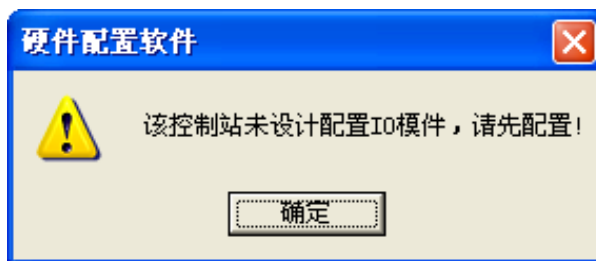
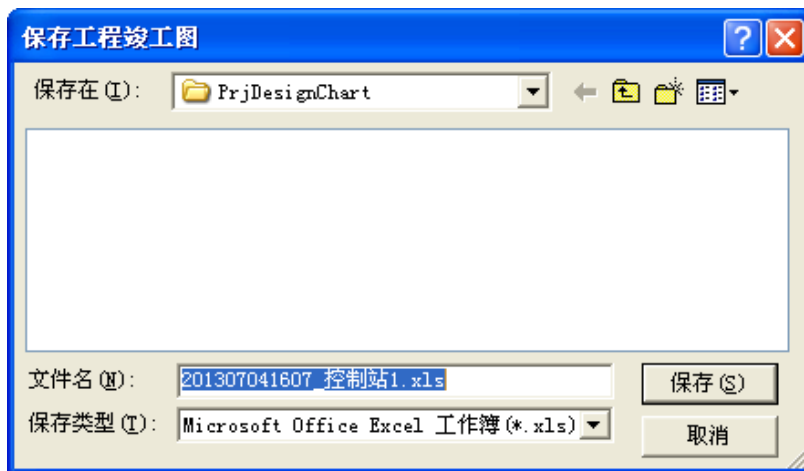
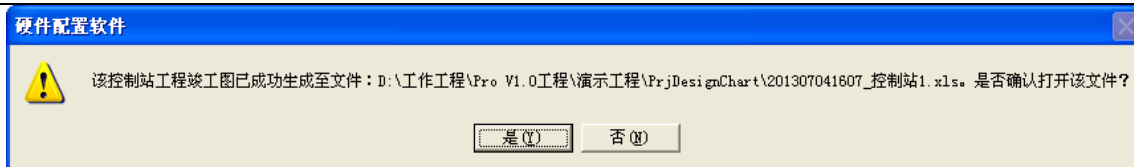

图 4-38 未配置 IO 模块
图 4-39 选择导出路径
图 4-40 导出成功
在硬件配置软件的导航栏中，选中所需要导出控制站点的根目录项，单击鼠标右键，选择“导出工程竣工图”，或者点击工具栏中的“”导出工程竣工图按钮。当该站点没有配置 IO 模块时，弹出如图 4-38 所示的提示框，要求先配置好 IO 模块；当该站点配置好了 IO 模块并导出成功后弹出如图 4-39 所示对话框，选择导出文件的保存路径和文件名称，文件只能保存成 EXCEL 格式。点击“保存”按钮，弹出如图 4-40 所示，提示文件导出成功，若要打开竣工图，则点击该弹出的提示框的“是 (Y)”按钮，即可打开竣工图。或者根据提示路径也可找到导出的 EXCEL 文件。